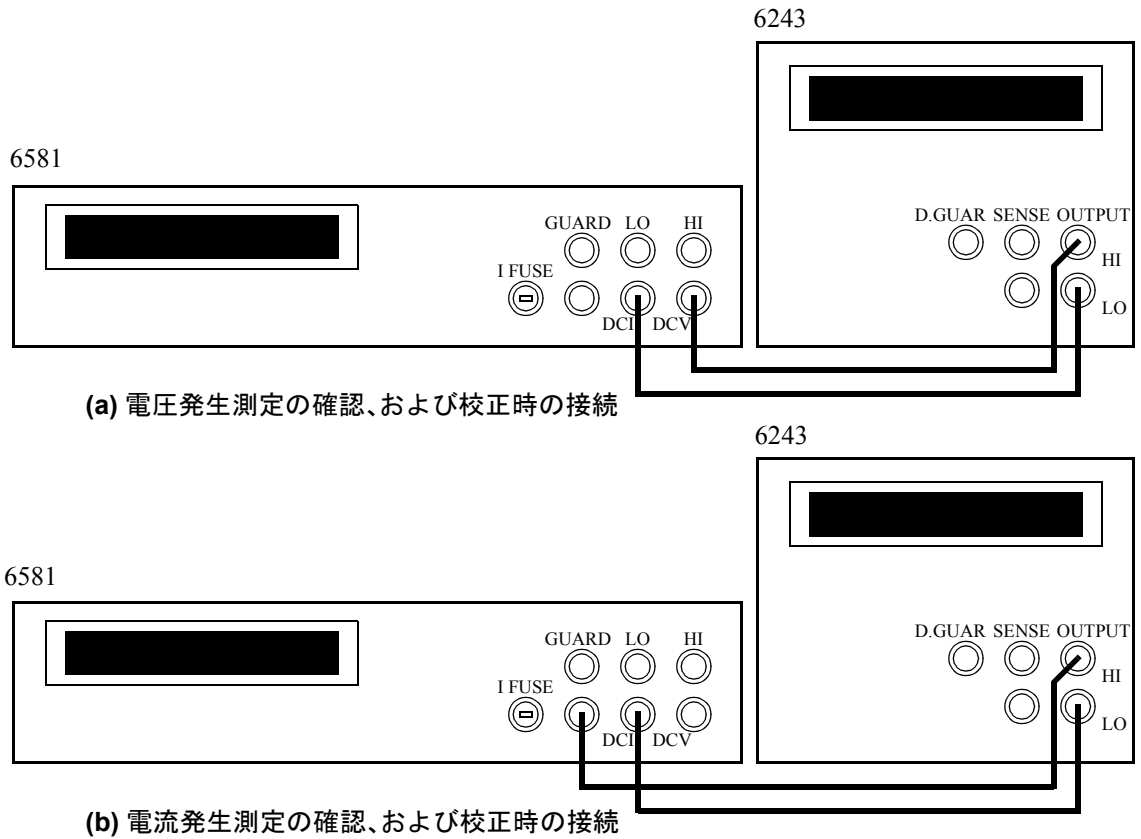

図 8-1 校正時の接続
1. 本器と DMM (デジタル・マルチメータ) を図 8-1(a) のように接続します。
1. 本器と DMM を図 8-1(b) のように接続します。
6581 を使用して校正する場合の接続を図 8-1 に示します。
電圧発生 of 校正は、図 8-1(a) の接続とし、DMM は DCV ファンクション、オート・レンジで行います。
電流発生 of 校正は、電圧発生 of 校正と同様の手順で行いますが、図 8-1(b) のように接続し、DMM の測定ファンクションを DCI、オート・レンジにして校正します。
電圧測定の校正は、図 8-1(a) の接続とし、DMM は DCV ファンクション、オート・レンジで行います。
電流測定の校正は、電圧測定の校正と同様の手順で行いますが、図 8-1(b) のように接続し、DMM の測定ファンクションを DCI、オート・レンジにして校正します。